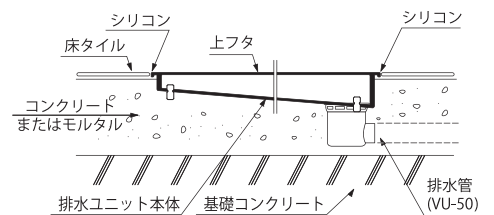

図2
- ①排水ユニットを仮据えし、床仕上げ面の勾配に揃えてください。
- ②排水管の内面に接着剤を塗布し、排水ユニット（トラップ排水口）と排水管を接続してください。（図2）
排水ユニット周囲と仕上げ材の間にある程度のすき間を設けるように床仕上げをおこない、すき間はシリコンでコーキングしてください。（図2）